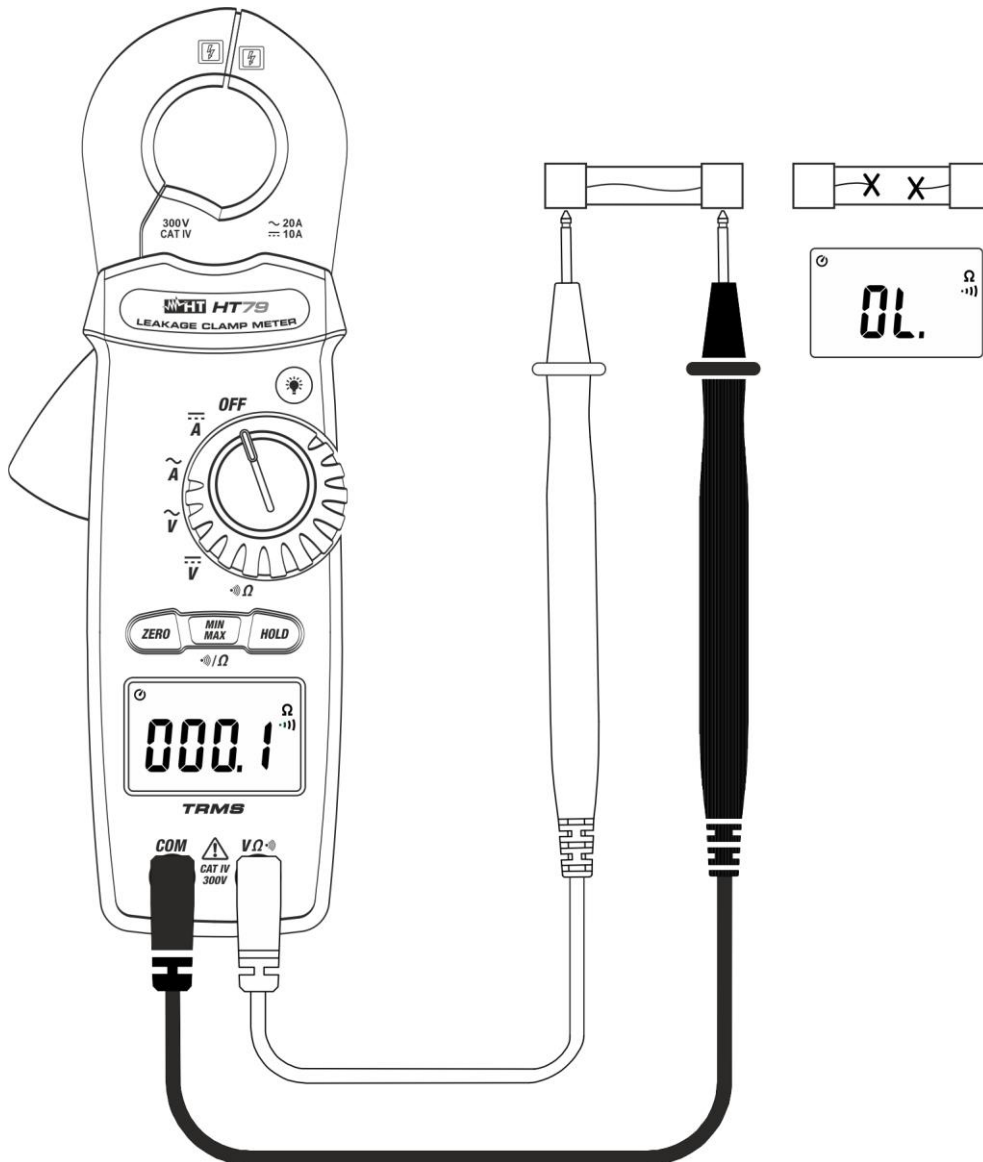

Abb. 7: Verwendung des Gerätes für Durchgangstest
3. Verbinden Sie die rote Messleitung mit der Eingangsbuchse **VΩ** und die schwarze Messleitung mit der Eingangsbuchse **COM** und führen Sie den Durchgangstest des zu messenden Gegenstands durch (siehe Abb. 7). Der Summer ertönt, wenn der Wert des gemessenen Widerstands niedriger als 100 ist.